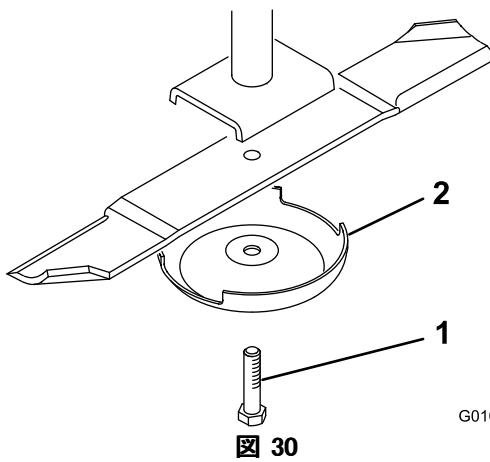

図 30
2. ぼろきれや厚いパッドの入った手袋を使ってブレードの端部をしっかりと握る。スピンドルのシャフトからブレードボルト、芝削り防止カップ、ブレードを取り外す(図 30)。